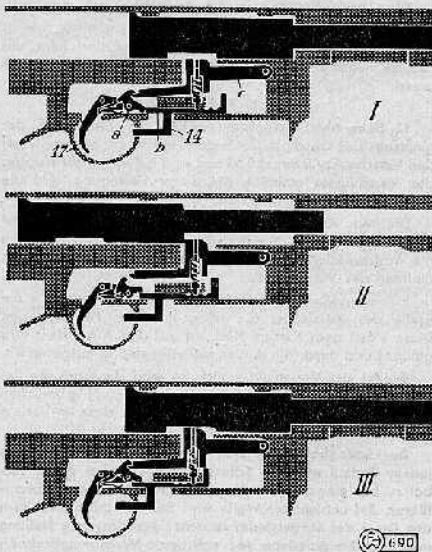

Fig. 4
Abzugvorrichtung, bestehend aus dem Abzug (17), der Abzugfeder, dem Fangelenk, der Fangelenkfeder und dem Fangelenkauslöser (vergl. Ziff. 10—16 und Fig. 4).
(vergleiche Fig. 4)
12. Der Sicherungsschieber (14) dient als Umsteller für Serien- und Einzelfeuer und betätigt die Vorrichtung zum Sichern der Waffe.
a) Serienfeuer (Fig. 4 I)
b) Einzelfeuer (Fig. 4 II)